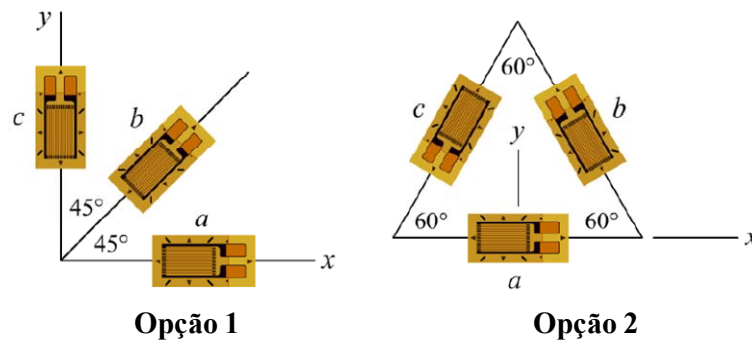

Figura 9: Opções de roseta
- (c) Assuma que foi solicitado o cálculo da tensão de cisalhamento experimental com o auxílio de extensômetros elétricos instalados no meio de uma das faces verticais da viga, ainda na seção B. Explique como isso poderia ser feito com base na escolha de uma das opções de roseta de extensômetros indicadas na Figura 9.